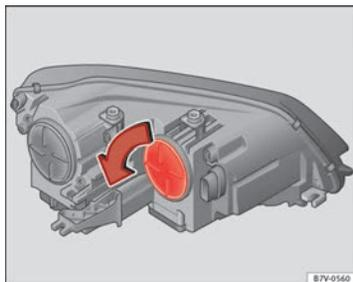

Fig. 207 Dans le compartiment moteur : cache du clignotant.
3.	Tournez le cache ⇒ fig. 207 dans le sens de la flèche et retirez-le.
8.	Tournez le cache ⇒ fig. 207 jusqu'en butée dans le sens contraire à celui de la flèche.